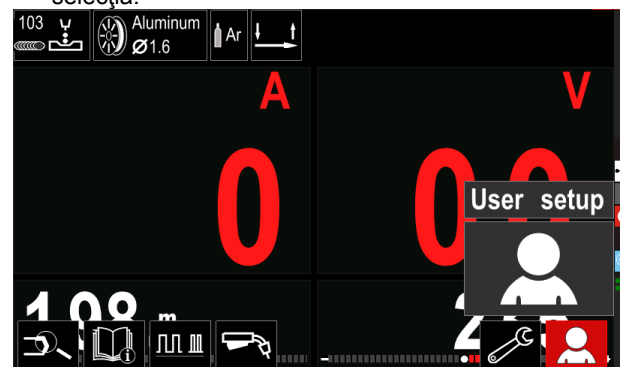

Figura 13.
- Accesați setarea pentru utilizator (consultați figura 13).